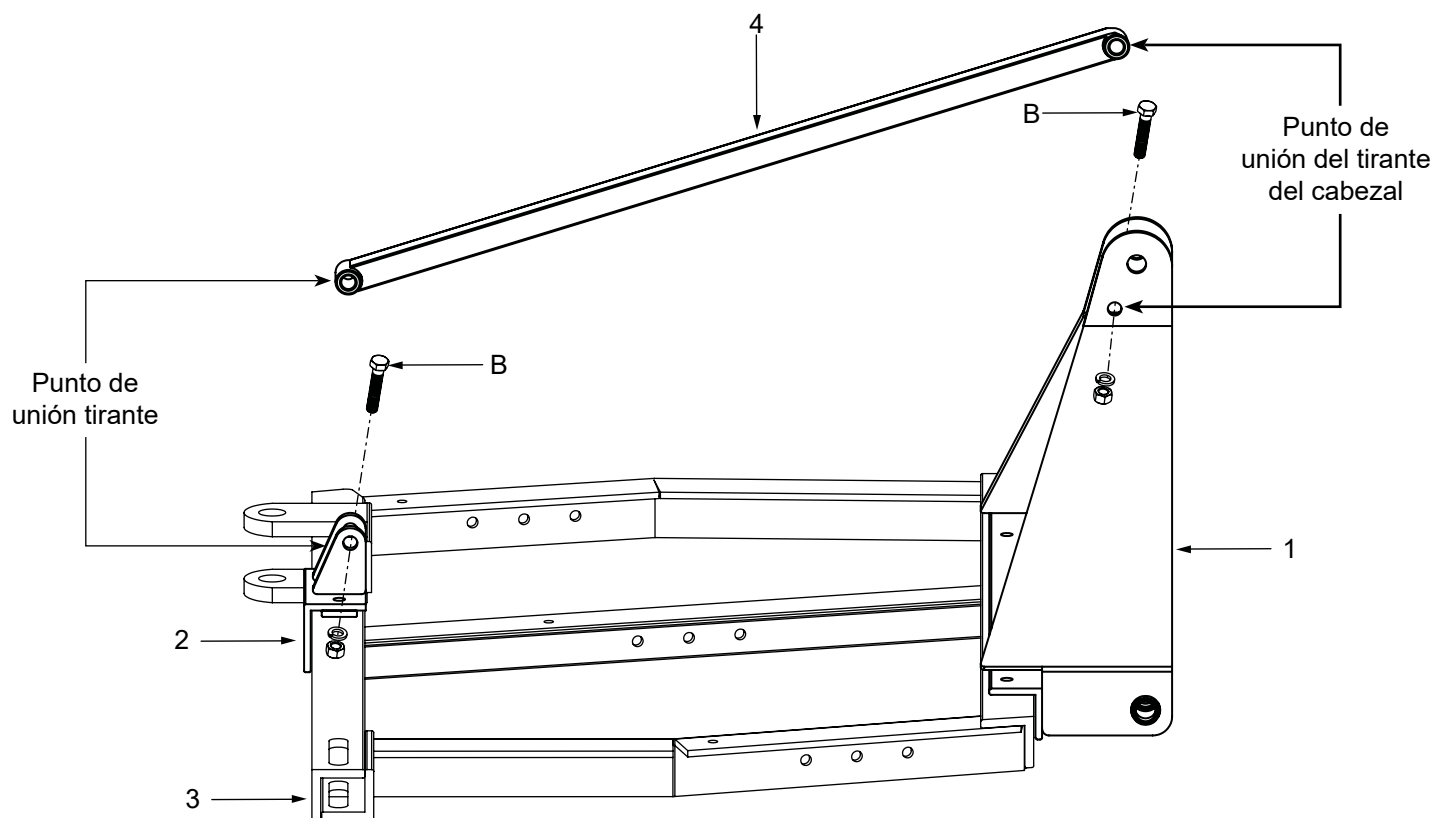

Imagen 1.1 - Posición adecuada del tirante
3. Inserte los tornillos (A) proporcionados en los puntos de unión, asegúralos con arandelas de presión y tuercas, asegurando una conexión estable entre el cabezal y el chasis delantero.
5. Use los tornillos (A) proporcionados para fijar el soporte del tirante al chasis delantero.
6. Introduzca el tirante a través del cabezal como se muestra en la imagen 1.1, asegurándose de que pase a través de este y del soporte del tirante.
7. Alinee el tirante de manera que esté centrado y pasen correctamente por los puntos de unión y utilice los tornillos (B) correspondientes para fijarlo.